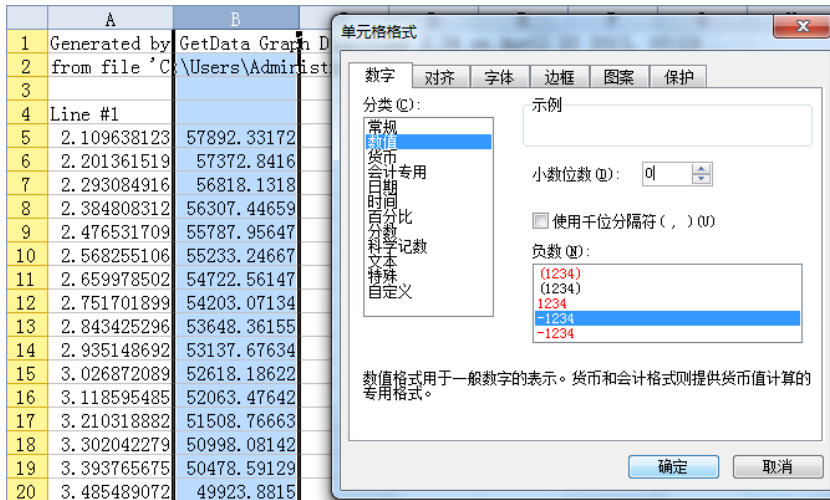

图 21.20 数据取整
- 2) 如图 21.20 所示, 选中幅值数据所在的 B 列, 设置单元格格式, 在数字→数值处, 将小数位数改为 0, 完成数据的取整操作。